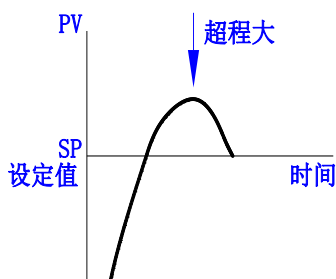

图 3.16 超程大，过冲大
- a) 超程大，过冲大，如图 3.16 所示。方法：减小 Kp 值，观察是否超调，再适量增大 Ki 值。